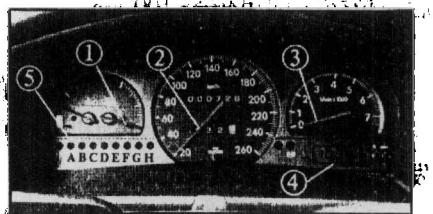

图 1-3 组合仪表
组合仪表见图1-3。
1) 制动系统警报灯(图 1-3 中的“A”)。打开点火开关后，该灯方起作用，但需制动系统处于下列状态时灯才亮。
2) 机油压力警报灯(图 1-3 中的“B”)。点火线路接通后该灯即闪烁，发动机启动后必须自动熄灭。
3) 冷却液温度/液面警报灯(图 1-3 的“C”)。打开点火开关后，该灯闪亮数秒钟后熄灭。如果数秒钟后该灯仍不熄灭，或者行驶时因冷却液温度过高，液面过低该灯闪亮同时蜂鸣器报警，则务必停车，关闭发动机，检查冷却液面，按规定添加冷却液。
4) 发电机警报灯(图 1-3 中的“D”)。点火开关接通后该灯亮，发动机启动后此灯必须熄灭。
5) 燃油警报灯(图 1-3 中的“E”)。当燃油箱内存油量不足 10 L 时，该灯即闪亮报警，同时燃油表指针达到备用区的起点。
6) 停车/位置指示灯(图 1-3 中的“F”)。当位置打开时指示灯即闪亮。
7) 远光指示灯(图 1-3 中的“G”)。远光灯或超车大灯接通时，该灯亮。
8) 转向信号指示灯(图 1-3 中的“H”)。打开转向指示灯的同时，该灯也随之一起闪动。如果有一个转向灯出现故障，该指示灯的闪动频率将加快一倍。
9) ABS 警报灯(图 1-3 中的“I”)。在点火开关打开，发动机启动后，如果 ABS 系统无故障，系统自检过程结束后(约 3 s)，警报灯熄灭。